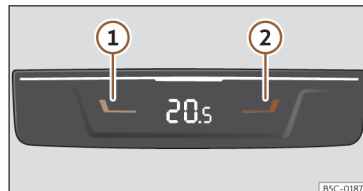

Fig. 118 Na parte traseira da consola central: comandos para os lugares traseiros.
• Pressione os botões **1** e **2** >>> **Fig. 118** para ajustar a temperatura da zona posterior.